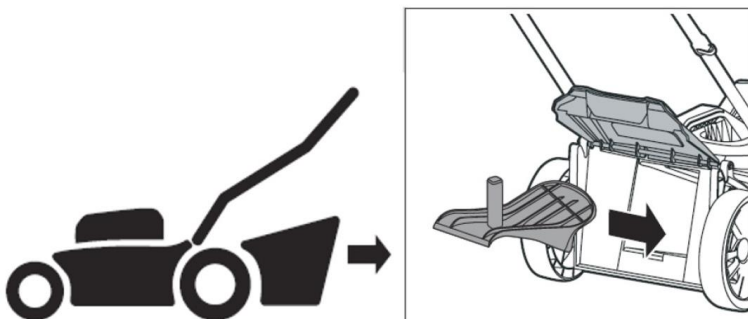

Рисунок 4
3. Встановлення вставки для мульчування (рис.4)